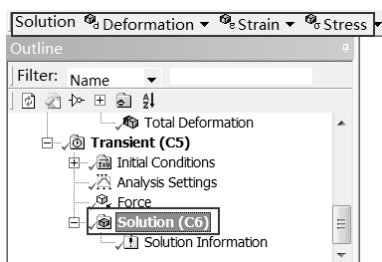

图 9-82 Solution 工具栏
Step1 :选择 Mechanical 界面左侧 Outline (分析树) 中的 Solution (C6) 选项 ,此时会出现如图 9-82 所示的 Solution 工具栏。